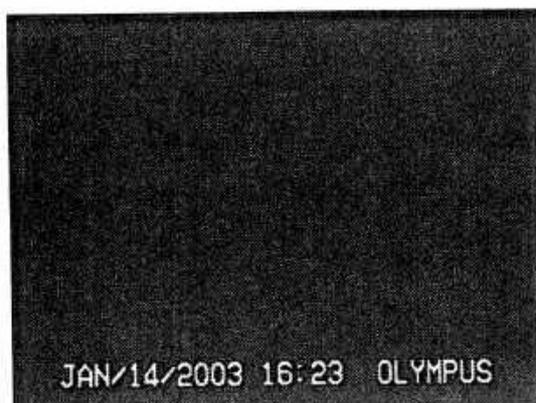

図 3.19
3. モニター上の表示が図 3.19 に示す状態になっていることを確認します。